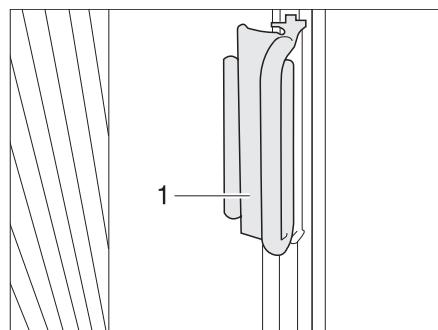

Fig. 31 Bloqueo de los estores plegables para la ventana del conductor/ del acompañante
- Empujar los estores plegables para la ventana del conductor y del acompañante con el tirador (Fig. 31,1) sobre la pieza sobrepuerta. El estor plegable queda asegurado.